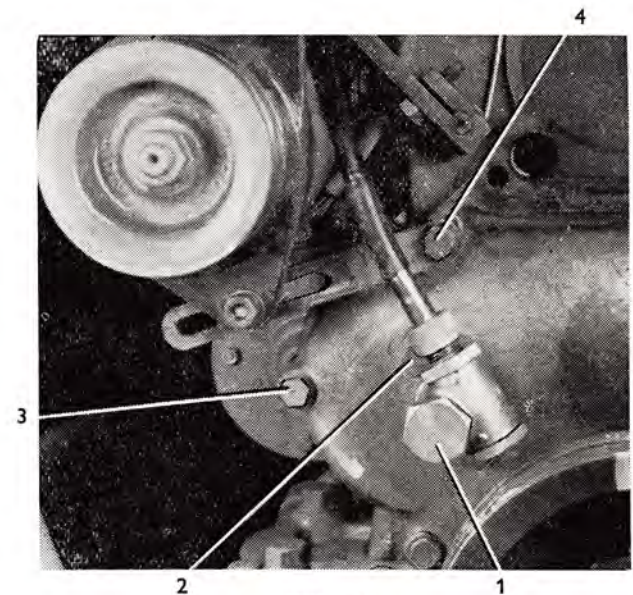

Abb. 79
2. Vom Vorderdeckel ist der Antrieb des Paneelverbundgerätes (Abb. 79/1) abzuschalten und zwei Schrauben (Abb. 79/2) aus dem Flansch des Betriebsstundenzähler-Antriebes sind auszuschrauben.
3. Elf Schrauben M 8×45 (Abb. 79/3) und die Schraube M 8×35 (Abb. 79/4) der Lichtmaschinenstrebe sind auszuschrauben.